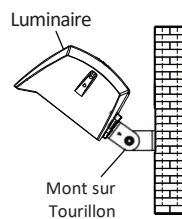

Figure 18
- Acheminez les fils dans la boîte de jonction. Reliez les fils conformément au schéma de câblage, puis fermez la boîte de jonction. **Reportez-vous à la Figure 18.**